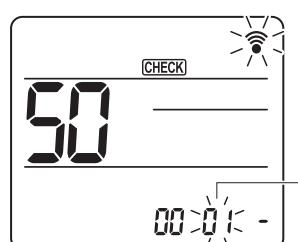

Fig. 6-18
③ Wybieranie trybu
Nacisnąć przycisk [B], aby ustawić numer trybu ②. (Fig. 6-18)